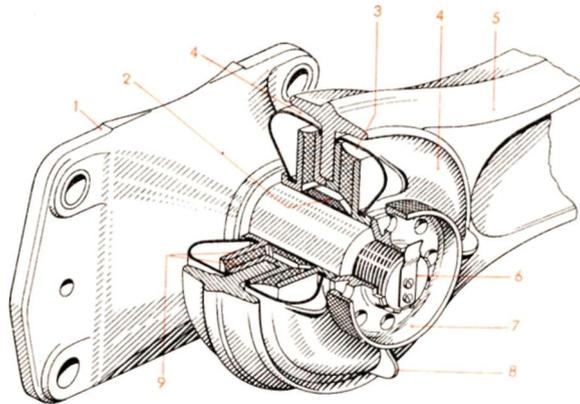

Abb. 2 Vordere Motorlagerung, links
Der Motor ist, um auftretende Triebwerksschwingungen von der Zelle fernzuhalten, mit den vorderen (1) (Abb. 2) und hinteren Tragzapfen (16) (Abb. 4), die am Motorblock mit je vier Sechskantschrauben angeflanscht sind, an den beiden Motorträgern (3) (Abb. 1) in Gummilagern elastisch gelagert.
Jedes Lager besteht aus zwei Gummischieben (3) (Abb. 2), welche auf vier Lagerscheiben (9) aufvulkanisiert sind, und einem Gummipuffer (2). Der Gummipuffer (2) ist auf einer Buchse ebenfalls aufvulkanisiert und wird zusammen mit den Gummischieben (3) sowie dem Motorträger (5) auf den Tragzapfen aufgesteckt.